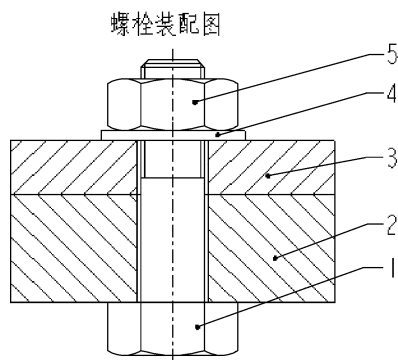

图 10-263 调整零件序号
(11) 选取已标注的零件序号，按住鼠标左键将其拖动到合适的位置，使之对齐，如图 10-263 所示。